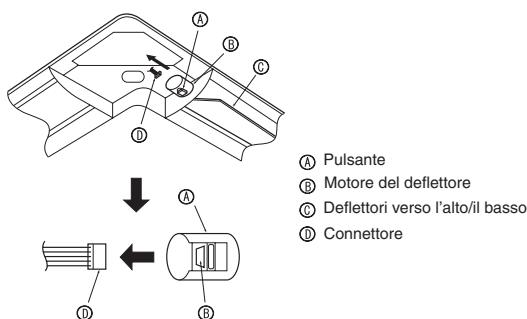

Fig. 9-9
9.5. Bloccaggio della direzione del flusso dell'aria verso l'alto/il basso (Fig. 9-9)